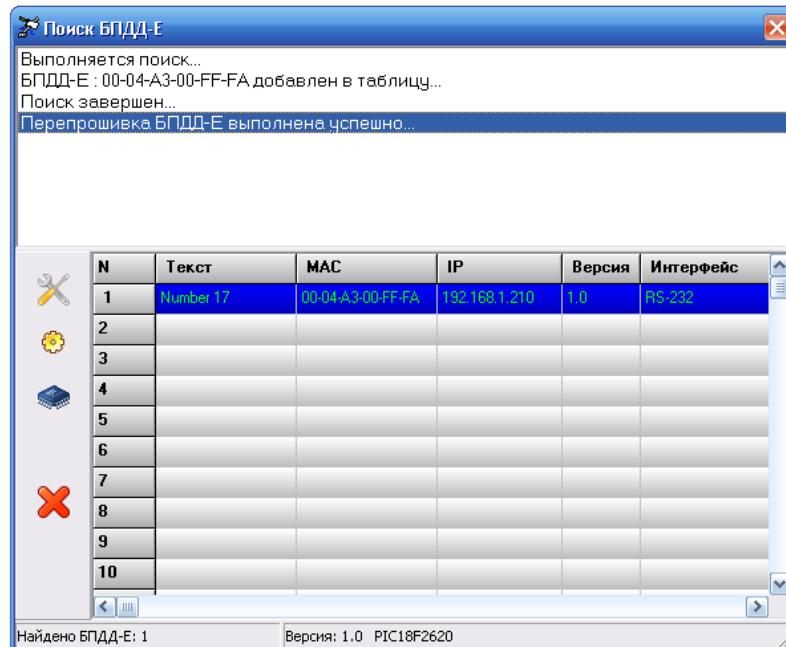

Рисунок 7 – Обновления программного обеспечения завершено
5. По завершении обновления в верхней части окна появится текстовое сообщение об успешном завершении программирования (рисунок 7).